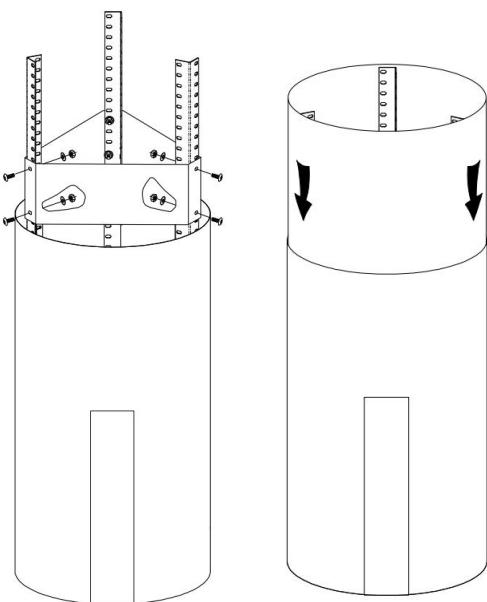

Рис. 6 - Рис. 7.
7. Установіть фіксуючий елемент металевого кутника на три встановлені металеві кутники. Використовуючи 6 гвинтів M4X10, гайки M4 та шайби, закріпіть конструкцію. Див. рис. 6.